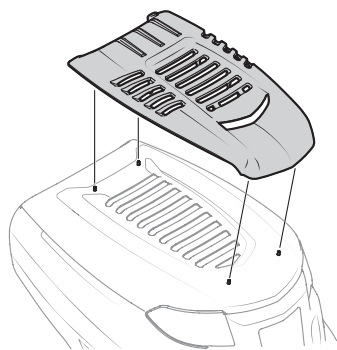

Figura 5
3. Calce la tapa del capó en su lugar usando el capó como guía (Figura 5).